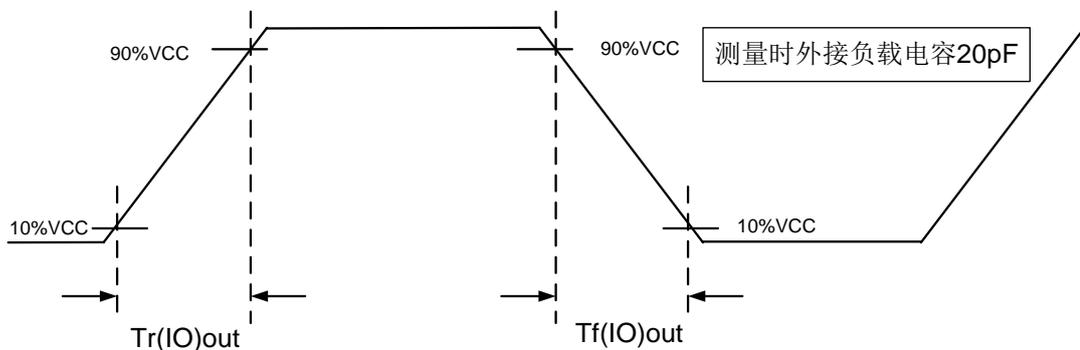

图 13. 输入输出交流特性定义
2. 上升下降沿时间如图 13 中  $T_r(I/O)$  和  $T_f(I/O)$  定义。